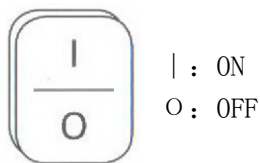
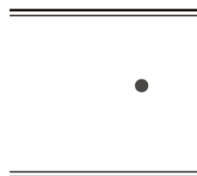

Bild 4
Bild 5
1. Schließen Sie das Gerät an und drücken Sie den Schalter in die Position I (siehe Bild 4). Das Gerät gibt einen Piepton ab und die Heizung beginnt im Standby-Modus. Zu diesem Zeitpunkt blinkt die LED mit der niedrigsten Leistungseinstellung, um anzuzeigen, dass das Gerät eingeschaltet ist in Standby (Bild 5).